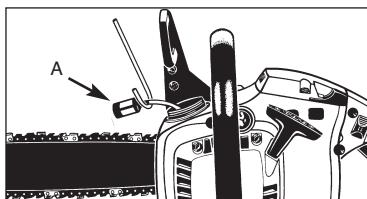

Рис. 16
4. Вньите топливный фильтр (A) из бака (рис. 16).